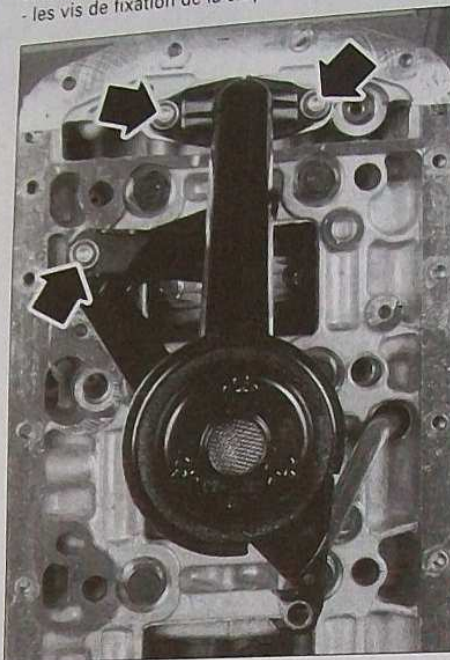

FIG. 12
- les vis de fixation de la crépine (Fig. 12).